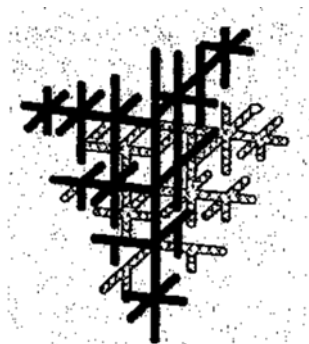

рис. 12
2.5 *Как называется структура, схема которой представлена на рис. 12?*